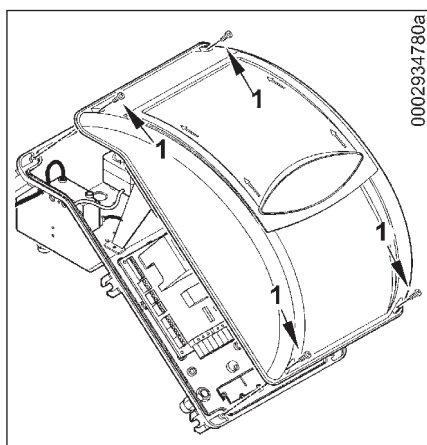

Fig. 1
- 1) Enlever le couvercle en dévissant les 4 vis (1) de la figure 1, sans enlever la porte transparente. De cette façon il est possible d'accéder au tableau électrique du brûleur.